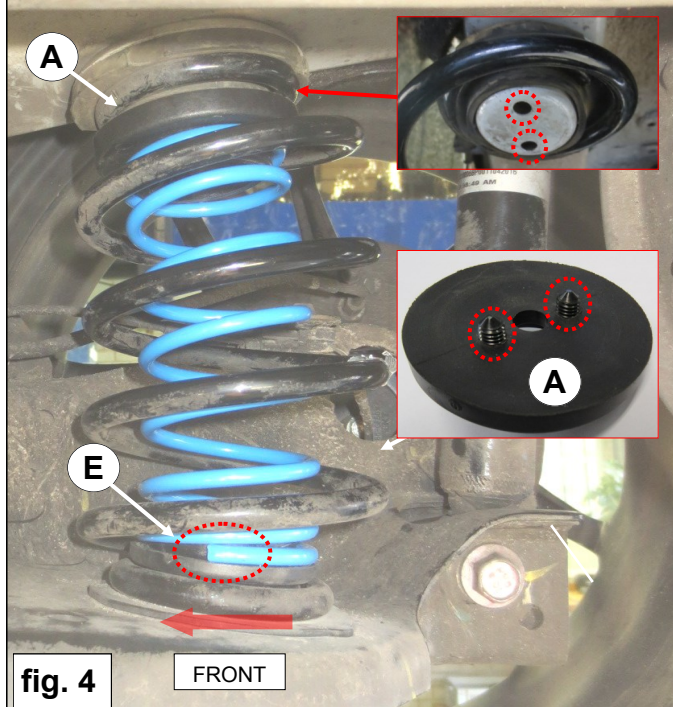

fig. 4
5. Plaats veerschotel **A** op hulpveer **C**. Zorg ervoor dat beide pennen van veerschotel **A** centreren in de gaten van de bovenste hoofdveer afsteuning. Zie fig. 4.
6. Draai de windingsuiteinde **E** van de hulpveer naar de **voorzijde** van de auto. Zie fig. 4.
5. Place spring seat **A** onto the auxiliary spring **C**. Ensure that both steel pins of spring seat **A** are centered in the existing holes of the main spring support. See fig. 4.
6. Turn auxiliary spring **C** so that tip **E** faces to the **front** of the car. See fig. 4.
5. Der Federteller **A** oben drauf die Hilfsfeder **C** legen. Stellen Sie sicher, dass beide Stifte der Federplatte **A** in den vorhandenen Löchern der Hauptfederstütze zentriert sind. Siehe Abb. 4.
6. Drehen Sie die Hilfsfeder **C**, so dass die Ende **E** auf die **Vorneseite** des Fahrzeugs zeigen. Siehe Abb. 4.
5. Placez la coupelle **A** sur le ressort auxiliaire **C**. Veiller à ce que les deux broches en acier ou la coupelle **A** sont centrées dans le trou existant du support de ressort. *Voir fig. 4.*
6. Tourner le ressort auxiliaire **C** de sorte que extrémité fait face à **l'avant** de la voiture. *Voir fig. 4.*
5. Placera fjäderplattan **A** på hjälpfjäder **C**. Kontrollera att båda stålstift av fjäderplattan **A** är centrerade i befintliga hål i huvudfjäderstöd. *Se fig. 4.*
6. Vrid hjälpfjäder **C** så att ändarna **E** pekar riktning mot **framsidan** av bilen. *Se fig 4.*
5. Coloque los discos de muelle **A** en la parte superior del muelle auxiliar **C**. Asegúrese de que los dos pasadores de acero de los discos de muelle **A** centrados en los orificios existentes del soporte del resorte principal. Véase *fig. 4*.
6. Gire el resorte auxiliar **C** de modo que los extremos **E** señalen hacia la parte **delantra** del vehículo. Véase *fig. 4*.